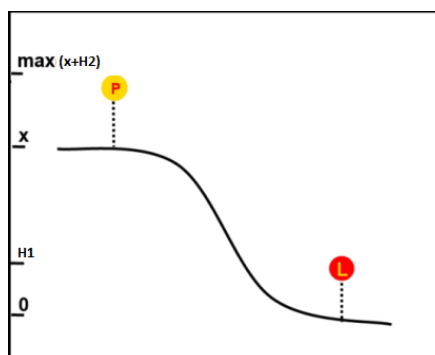

Рис. 73: Пример работы алгоритма составления маршрута посадки под возвышенность
3. Если под точку **PRELANDING** попадает возвышенность, превышение в этой точке будет не менее чем высота возвышенности плюс высота точки **PRELANDING** ($x+H2$ метров). В таком случае, БВС выпустит парашют при фактическом превышении более $H1$ метров, поскольку не успеет снизиться до расчетного значения; возможен существенный снос по ветру (рис. 73).